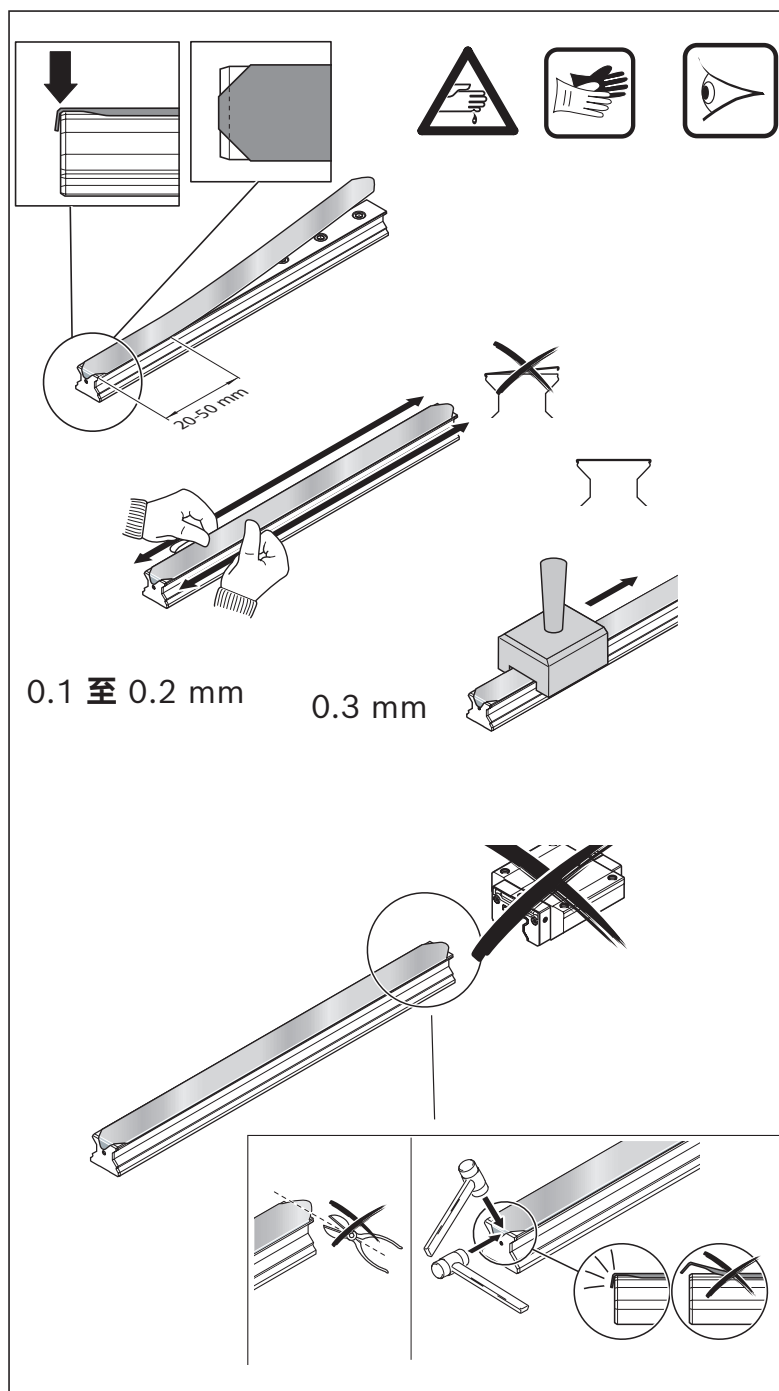

Fig. 37: 合适长度的防护带的安装
➡ 图 37
- ▶ 对于平直的带舌可用塑料锤砸弯，使之齐平。不要剪断！ ➡ 图 37
防护带必须位于头部区域并贴靠在端面上！ ➡ 图 37
⚠ 防护带必须位于头部区域并贴靠在端面上! 不允许有毛刺! 如有必要则进行修正 ➡ 图 37